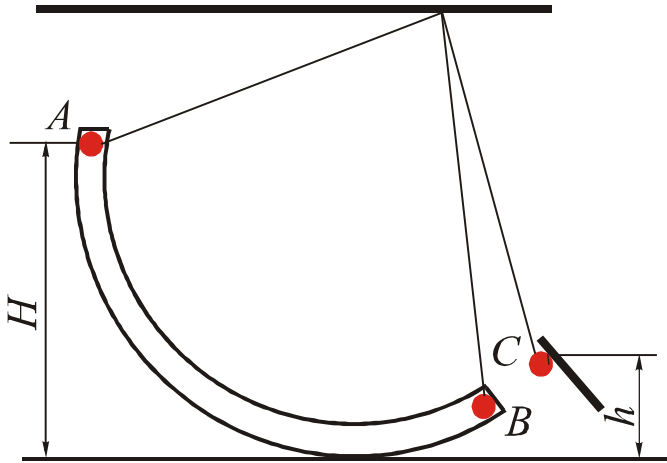

Рис. 1. До виведення робочої формули для визначення моменту інерції кулі
Для визначення моменту інерції кулі використовують закон збереження і перетворення механічної енергії. Якщо куля скочується з деякої висоти  $H$ , то її потенціальна енергія перетворюється в кінетичну енергію поступального і обертального рухів (рис.1).
Якщо куля котиться від точки  $A$  до точки  $B$  (рис. 1) по вигнутому жолобу, а в точці  $B$  відривається від нього, то далі вона продовжує рухатися за рахунок кінетичної енергії і піднімається на висоту  $h$ . Тому можна записати:
Установка для визначення моменту інерції кулі складається з трьох штативів (1), два з яких жорстко зв'язані між собою. Між цими штативами закріплена пластмасовий жолоб (3), зігнутий у вигляді дуги. На першому зліва штативі закріплена пластинка (2), яка фіксує положення кулі в крайньому верхньому положенні (т. А на рис. 1). На другому штативі закріплюють мотузку на якій висить куля (4), що обертається в жолобі. В лапках третього штатива (крайній справа) закріплюють планку (5), що фіксує відхилення кулі після скочування з жолоба.